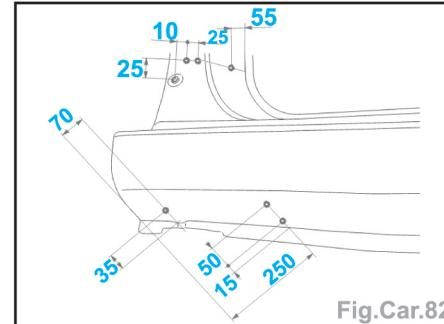

Fig.Car.82
- Tracer puis percer au **Ø 8 mm** pour soudage ultérieur par points bouchons (Fig.Car.82).